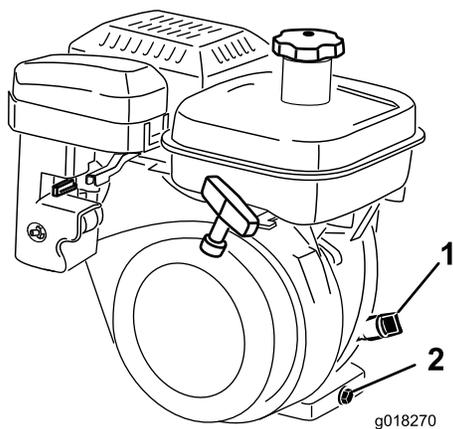

图34
2. 调整机器使发动机保持水平并清洁量油尺周围的区域图34。
3. 逆时针旋转量油尺然后将其取出(图34)。
2. 在机器后部的排油塞下放置一个放油盘(图34)。拧松排油塞。